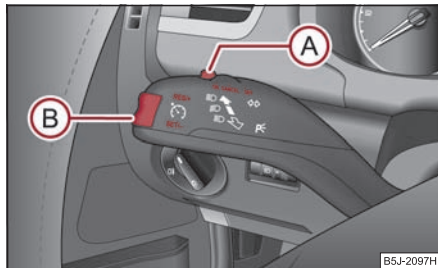

Fig. 124 Manette de commande: Interrupteur et contacteur du régulateur de vitesse
- Poussez le contacteur **(A)** ⇒ fig. 124 pour le mettre sur **ON**.
- Vous pouvez **augmenter** la vitesse mémorisée sans actionner la pédale d'accélérateur en appuyant sur l'interrupteur **(B)** ⇒ fig. 124 pour le mettre sur la position **RES+**. ►
- Poussez le contacteur **(A)** ⇒ page 107, fig. 124 vers la droite sur la position **OFF**. ■